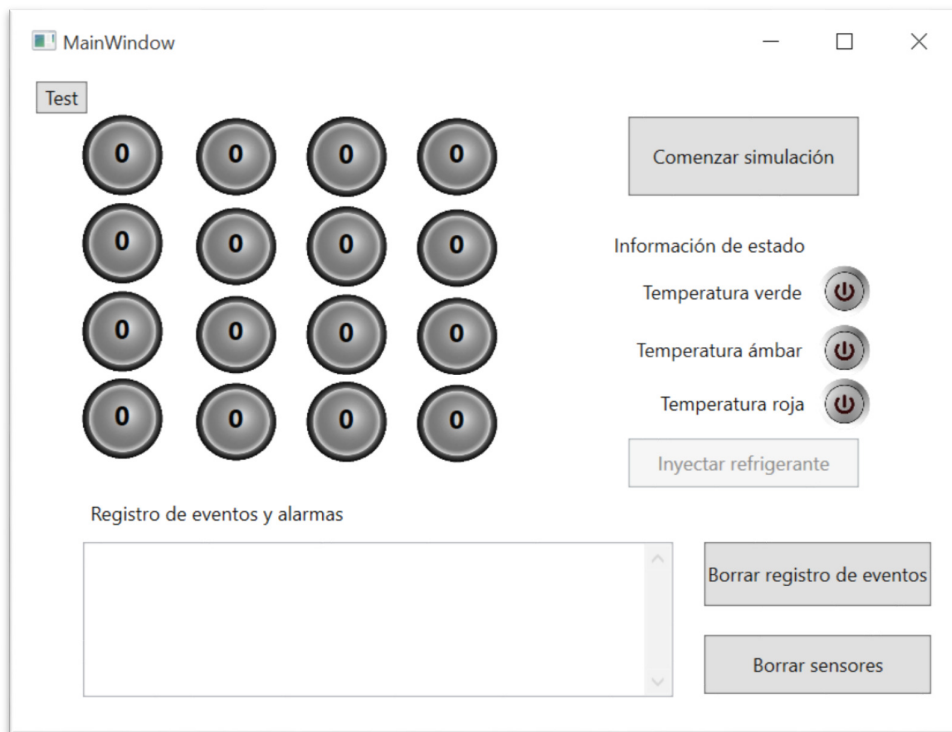

Figura 2. Ejecución del proyecto
- 3) Ejecuta el proyecto, deberás ver la interfaz que se muestra en la Figura 2, aunque no realiza ninguna operación, pues debemos completar el código para realizar la práctica. Revisa el código de la misma y, muy especialmente, revisa el código de la función *actualizar_posicion()*.